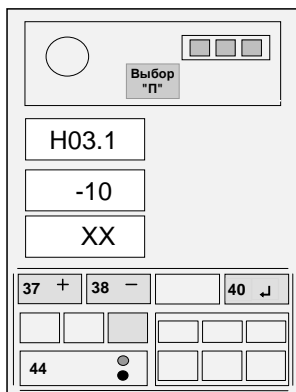

Рисунок 15 - Ввод температуры
- нажимая кнопку 44, установить на верхнем индикаторе код "Н03.1" (см. рисунок 15);
- нажимая кнопки "+" (37) и "-" (38), установить, контролируя показания среднего ИЖЦ, значение температуры, равное показаниям термометра.